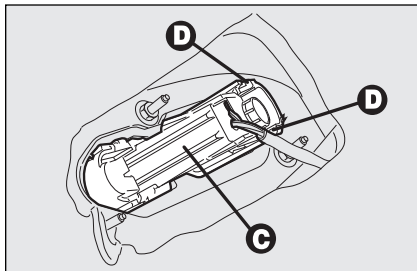

fig. 38
- plaats het klepje omlaag, maak de borglippen **D-fig. 38** los en verwijder de lamphouder **D**.
- plaats de lamphouder en maak de borglippen **D-fig. 38** op de juiste wijze vast;